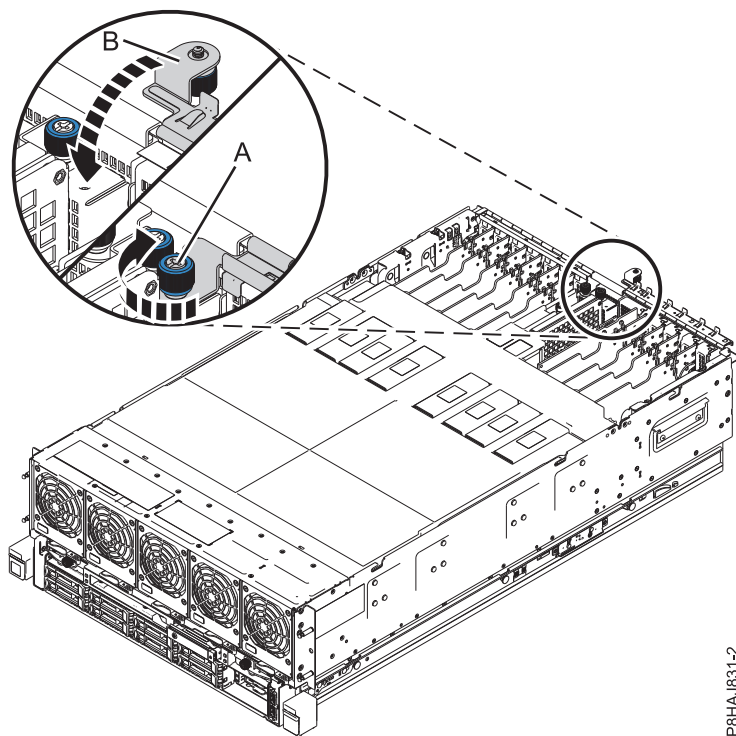

Abbildung 23. E/A-Verriegelung schließen
2. Schließen Sie die Wartungsverriegelung (**B**), indem Sie sie in Richtung Chassis schieben, wie in Abb. 23 auf Seite 54 gezeigt.